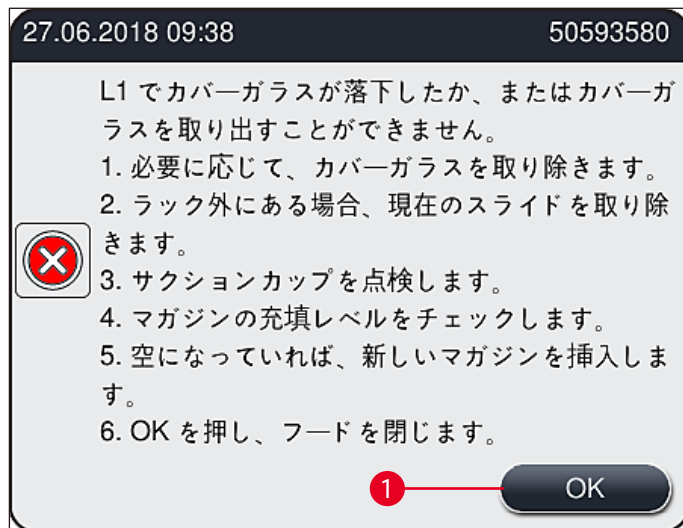

図 111
Pick&Place モジュールがスライドへと移動する間にカバーガラスを落とした場合、または**Pick&Place モジュール**がカバーガラスマガジンからのカバーガラスのピックアップに 3 回連続して失敗した場合、エラーメッセージ (→ 図 111) が表示されます。
- ① このメッセージ (→ 図 111) が表示された場合、オペレーターはまず、スライドへの搬送中にカバーガラスが失われたのか、または **Pick&Place モジュール**がカバーガラスマガジンからのカバーガラス取り出しに失敗したのかを確認する必要があります。